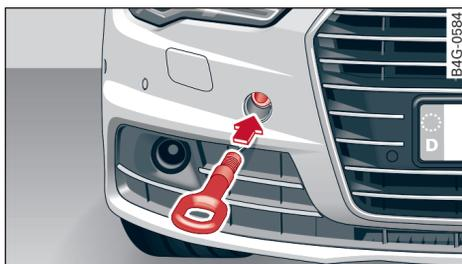

图 296 前保险杠：旋入拖车环
- ▶ 将牵引环拧入螺纹孔内并拧到底 ⇨ 图 296，然后用车轮扳手拧紧。